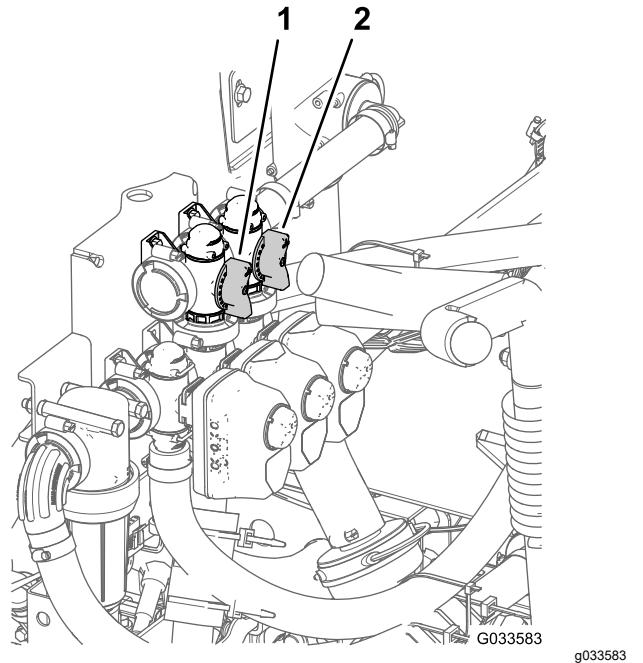

Bild 87
11. Stellen Sie das Rührwerksicherheitsventil (Bild 87) hinten am Rührwerkventil so lange ein, bis das Druckmanometer 6,9 bar anzeigt.
8. Stellen Sie den Griff am Sicherheitsventil des Hauptabschnitts ein, um die Rührwerkstärke im Behälter zu steuern (**Bild 87**).